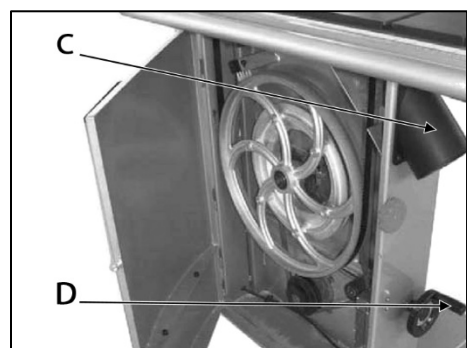

Рисунок 4.
Установите маховик натяжения приводного ремня (D) (рис. 4) при помощи установочного винта М6×12.